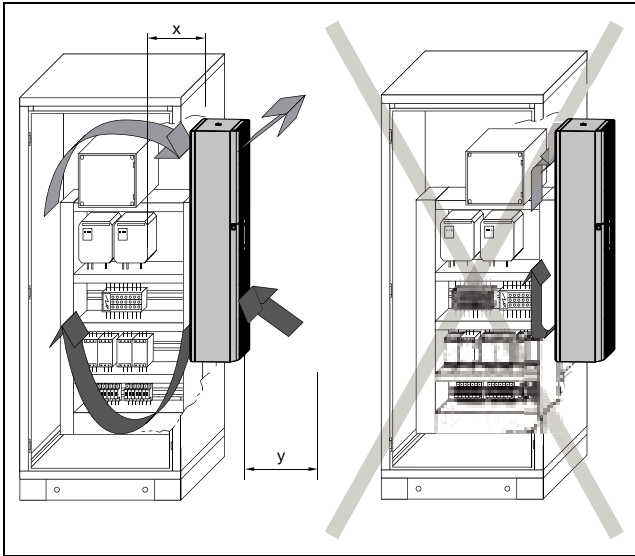

Imagen 7: Circulación del aire en el armario
- El lugar de ubicación del armario y la colocación del refrigerador debe garantizar una buena ventilación (la distancia entre los refrigeradores debe ser de como mínimo 200 mm, para la distancia a la pared ver distancia «y» en imagen 7 o tabla 2).
- Calcule la distancia «x» (imagen 7) hacia los componentes eléctricos y otros dispositivos instalados en el armario, de forma que la circulación necesaria de aire no se vea obstruida.